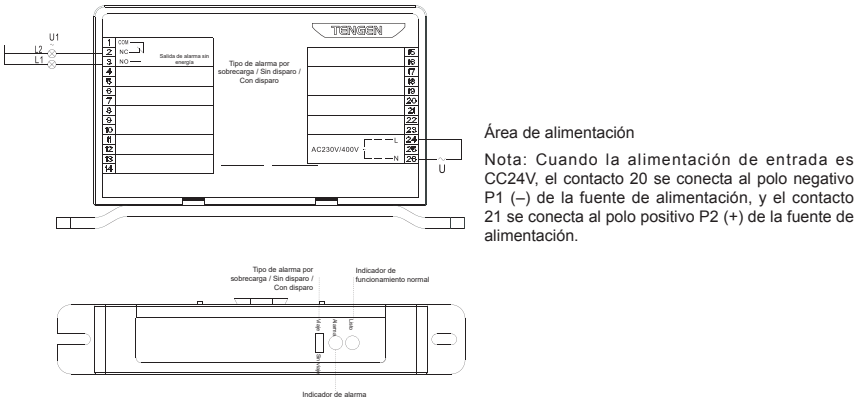

Figura 6 Descripción del módulo de alarma por sobrecarga sin disparo
8.6.4.1 Descripción del módulo de alarma por sobrecarga sin disparo (ver Figura 6)
El área funcional de salida de alarma sin energía recibe la señal del equipo para indicar el estado de alarma del disyuntor. El contacto 2 corresponde a un contacto normalmente cerrado (NC), el contacto 3, a un contacto normalmente abierto (NA), el contacto 1, a un contacto común. Cuando el disyuntor funciona normalmente, el indicador L2 está encendido y el L1 está apagado; cuando se emite una alarma desde el disyuntor, el indicador L2 se apaga y el L1 se enciende, como se muestra en la Figura 6.
Con la función del interruptor de palanca, se puede conmutar entre alarma con disparo y alarma sin disparo, como se muestra en la Figura 6. Cuando el tubo luminoso está encendido en verde, indica estado de espera normal, cuando está encendido en rojo, indica que la función de alarma está activada.